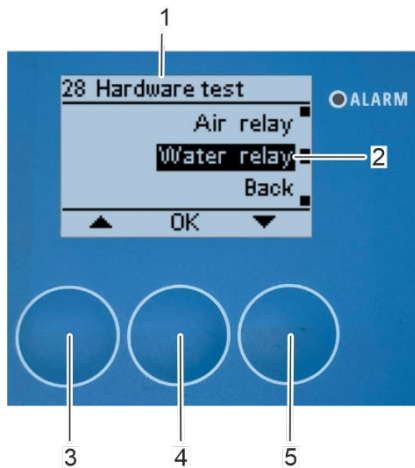

Abbildung 150: Öffnen Untermenü „Wasserrelais“
⇒ Auf dem Bildschirm erscheint wieder das Untermenü "28 Test der Hardware" (Abbildung 150/1), das Wasserrelais schließt und Wasser strömt aus den Hochdruck Heißwasserdüsen.
5. Nach der Überprüfung des Wasserrelais öffnen Sie das Untermenü „Wasserrelais“ (Abbildung 150/2) erneut mit [OK] (Abbildung 150/4).